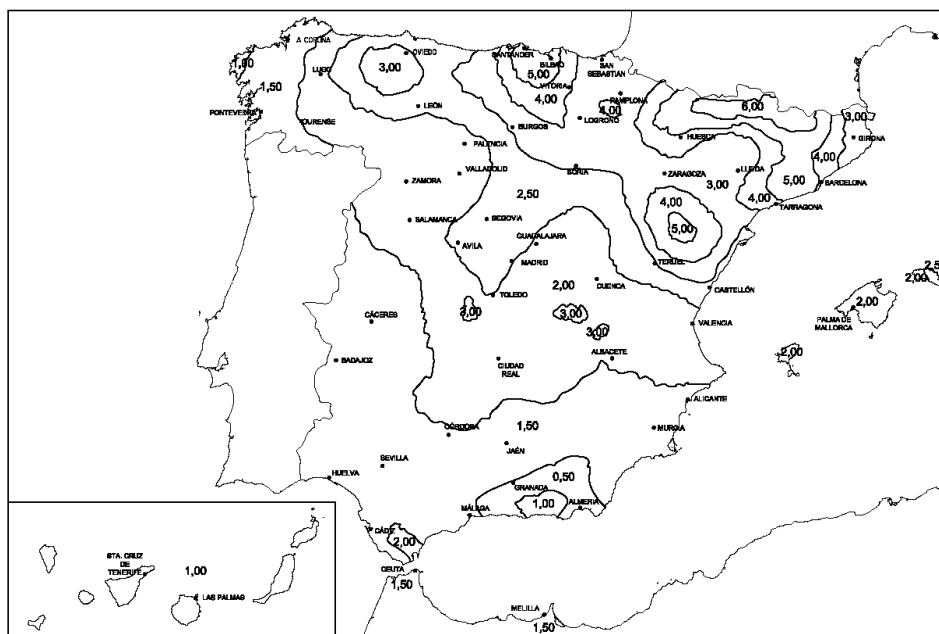

Figura 1.1 Mapa de densidad de impactos sobre el terreno  $N_g$
- $N_g$  densidad de impactos sobre el terreno ( $\text{nº impactos/año, km}^2$ ), obtenida según la figura 1.1;